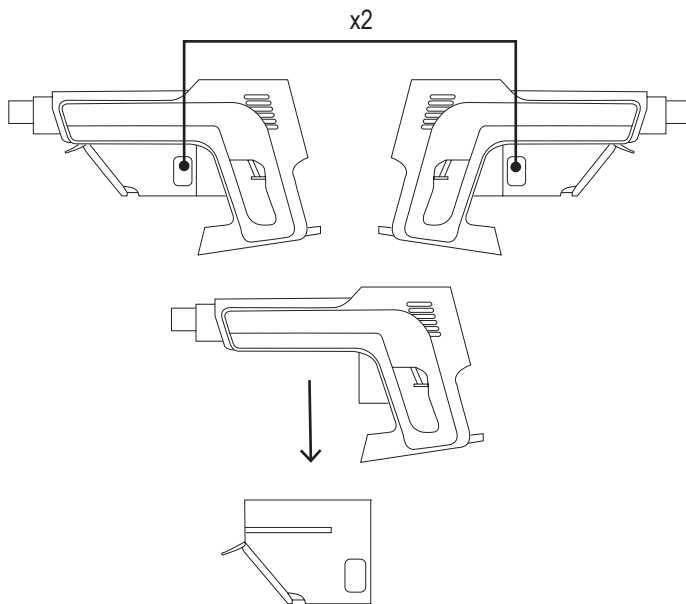

Fig.4
- Pulse el botón de acceso a los filtros (F) y tire hacia fuera. (Fig. 4).